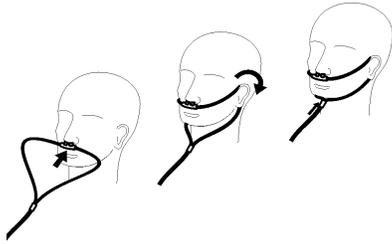

Figura 7
4. Posizionare la cannula sul paziente come illustrato nella figura 7.